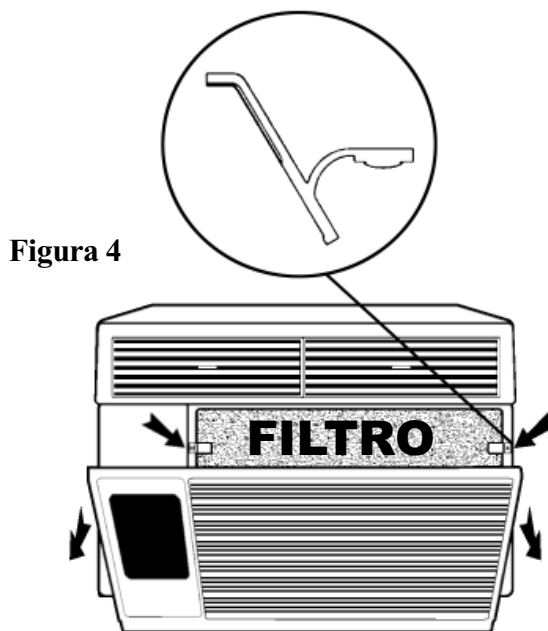

Figura 4
Abra la rejilla de aire de regreso (RA) tomándola por los bordes externos superiores y tirando hacia usted (vea la Figura 4). La rejilla RA se quedará abierta hasta que se retire o se cierre (Es más fácil extrear la rejilla primero antes de cerrarla). Si tiene que extraer la rejilla RA, tómelala en la parte inferior y tire hacia usted.
El filtro está sostenido por dos broches de resorte (vea la Figura 4). Empuje los broches hacia abajo, tome el filtro y tire hacia usted para extraerlo y poder limpiarlo. Limpie con agua tibia y un detergente suave, enjuáguela, séquela por completo y devuélvala a su sitio. Sea cuidadoso al extraer el filtro. Los componentes metálicos internos son cortantes.